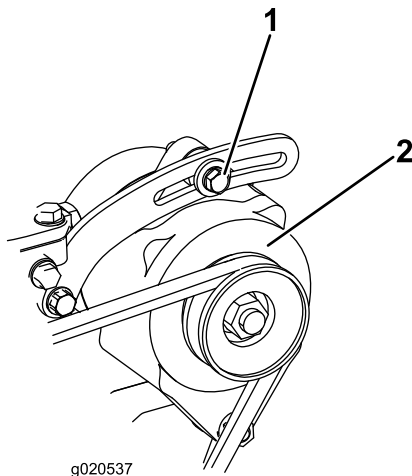

図 48
ベルト図 48 は100運転時間ごとに劣化状態と張りを点検します。
2. たわみが10 mmでない場合には、オルタネータ取り付けボルトをゆるめる図 48。適当な張りに調整してボルトを締める。ベルトのたわみが適切に調整されたことを確認する。